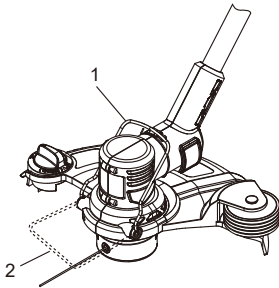

Fig. 8
Pour positionner le guide de coupe (1), il suffit de le tirer vers le bas en position horizontale (2) (Fig. 8). Lorsque le guide de coupe n'est pas utilisé, il doit être placé en position verticale.